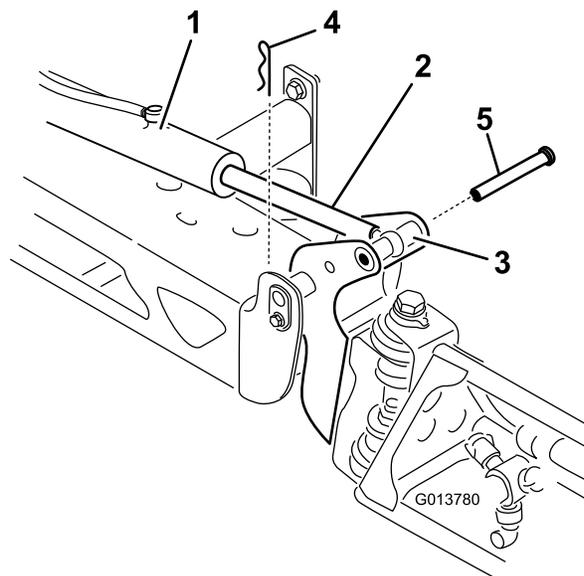

Figura 99
3. Levante el brazo, retire el pasador (Figura 99), y baje el brazo lentamente al suelo.
2. Retire la claveta del pasador de giro (Figura 99).
9. Sujetando el brazo, introduzca el pasador a través del pivote del brazo y del émbolo del actuador (Figura 99).